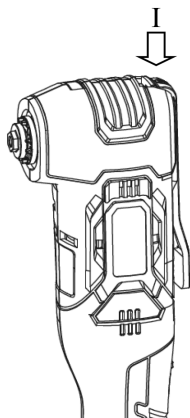
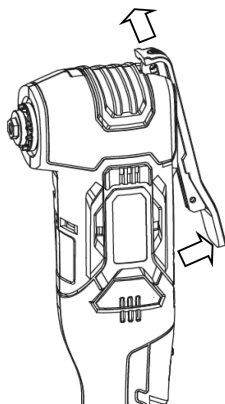

Рис. 5
Рис. 6
1. Нажмите на верхний торец зажимного рычага (рис. 5). Рычаг должен отойти в сторону и вверх (рис. 6).